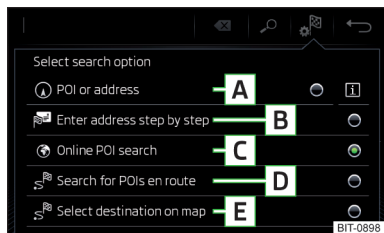

Abb. 221
Funktionsflächen » Abb. 221
- › Anschließend die Funktionsfläche eines der Menüpunkte für die Zielsuche **A**, **C** oder **D** antippen » Abb. 221 auf Seite 194.
- › Anschließend die Funktionsfläche  → **E** » Abb. 221 auf Seite 194 antippen.